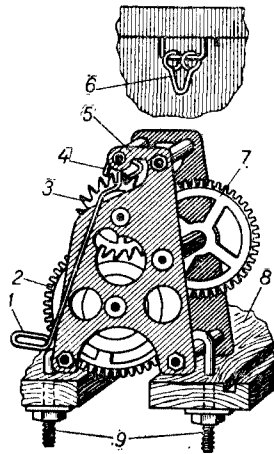

Рис. 31. Механізм ходиків:
Ходики дуже поширений тип годинників (рис. 31 і 32). Нескладний, дешевий механізм ходиків після багатьох років роботи, як правило, легко ремонтується.
5. Кільця качалки 6 (рис. 31) спрацювалися. Поставити нову качалку.
6. Від постійного тертя зубців ходового колеса 3 (рис. 31) об плечі якоря 4 на останніх утворюються риски, які заважають ходу годинника. Треба відшліфувати і відполірувати плечі якоря.
Остаточнo регулюють зачеплення правильно виготовленого якоря з ходовим колесом, зменшуючи або збільшуючи відстань між осями якоря і ходового колеса. Для цієї мети міст 5 (рис. 31) підгинають в потрібний бік.
1. Вилка 1 (рис. 31) чіпляється за стінку станка. Вилку треба відігнути.